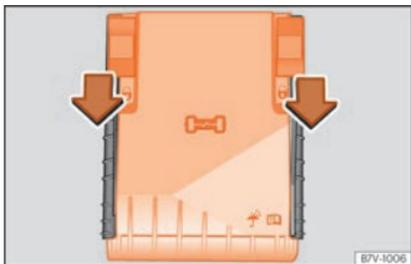

Fig. 62 No compartimento do motor: tampa da caixa de fusíveis.
- Deslocar as patilhas de bloqueio para a frente, no sentido indicado pela seta para desbloquear a tampa da caixa de fusíveis »»» **Fig. 62**.